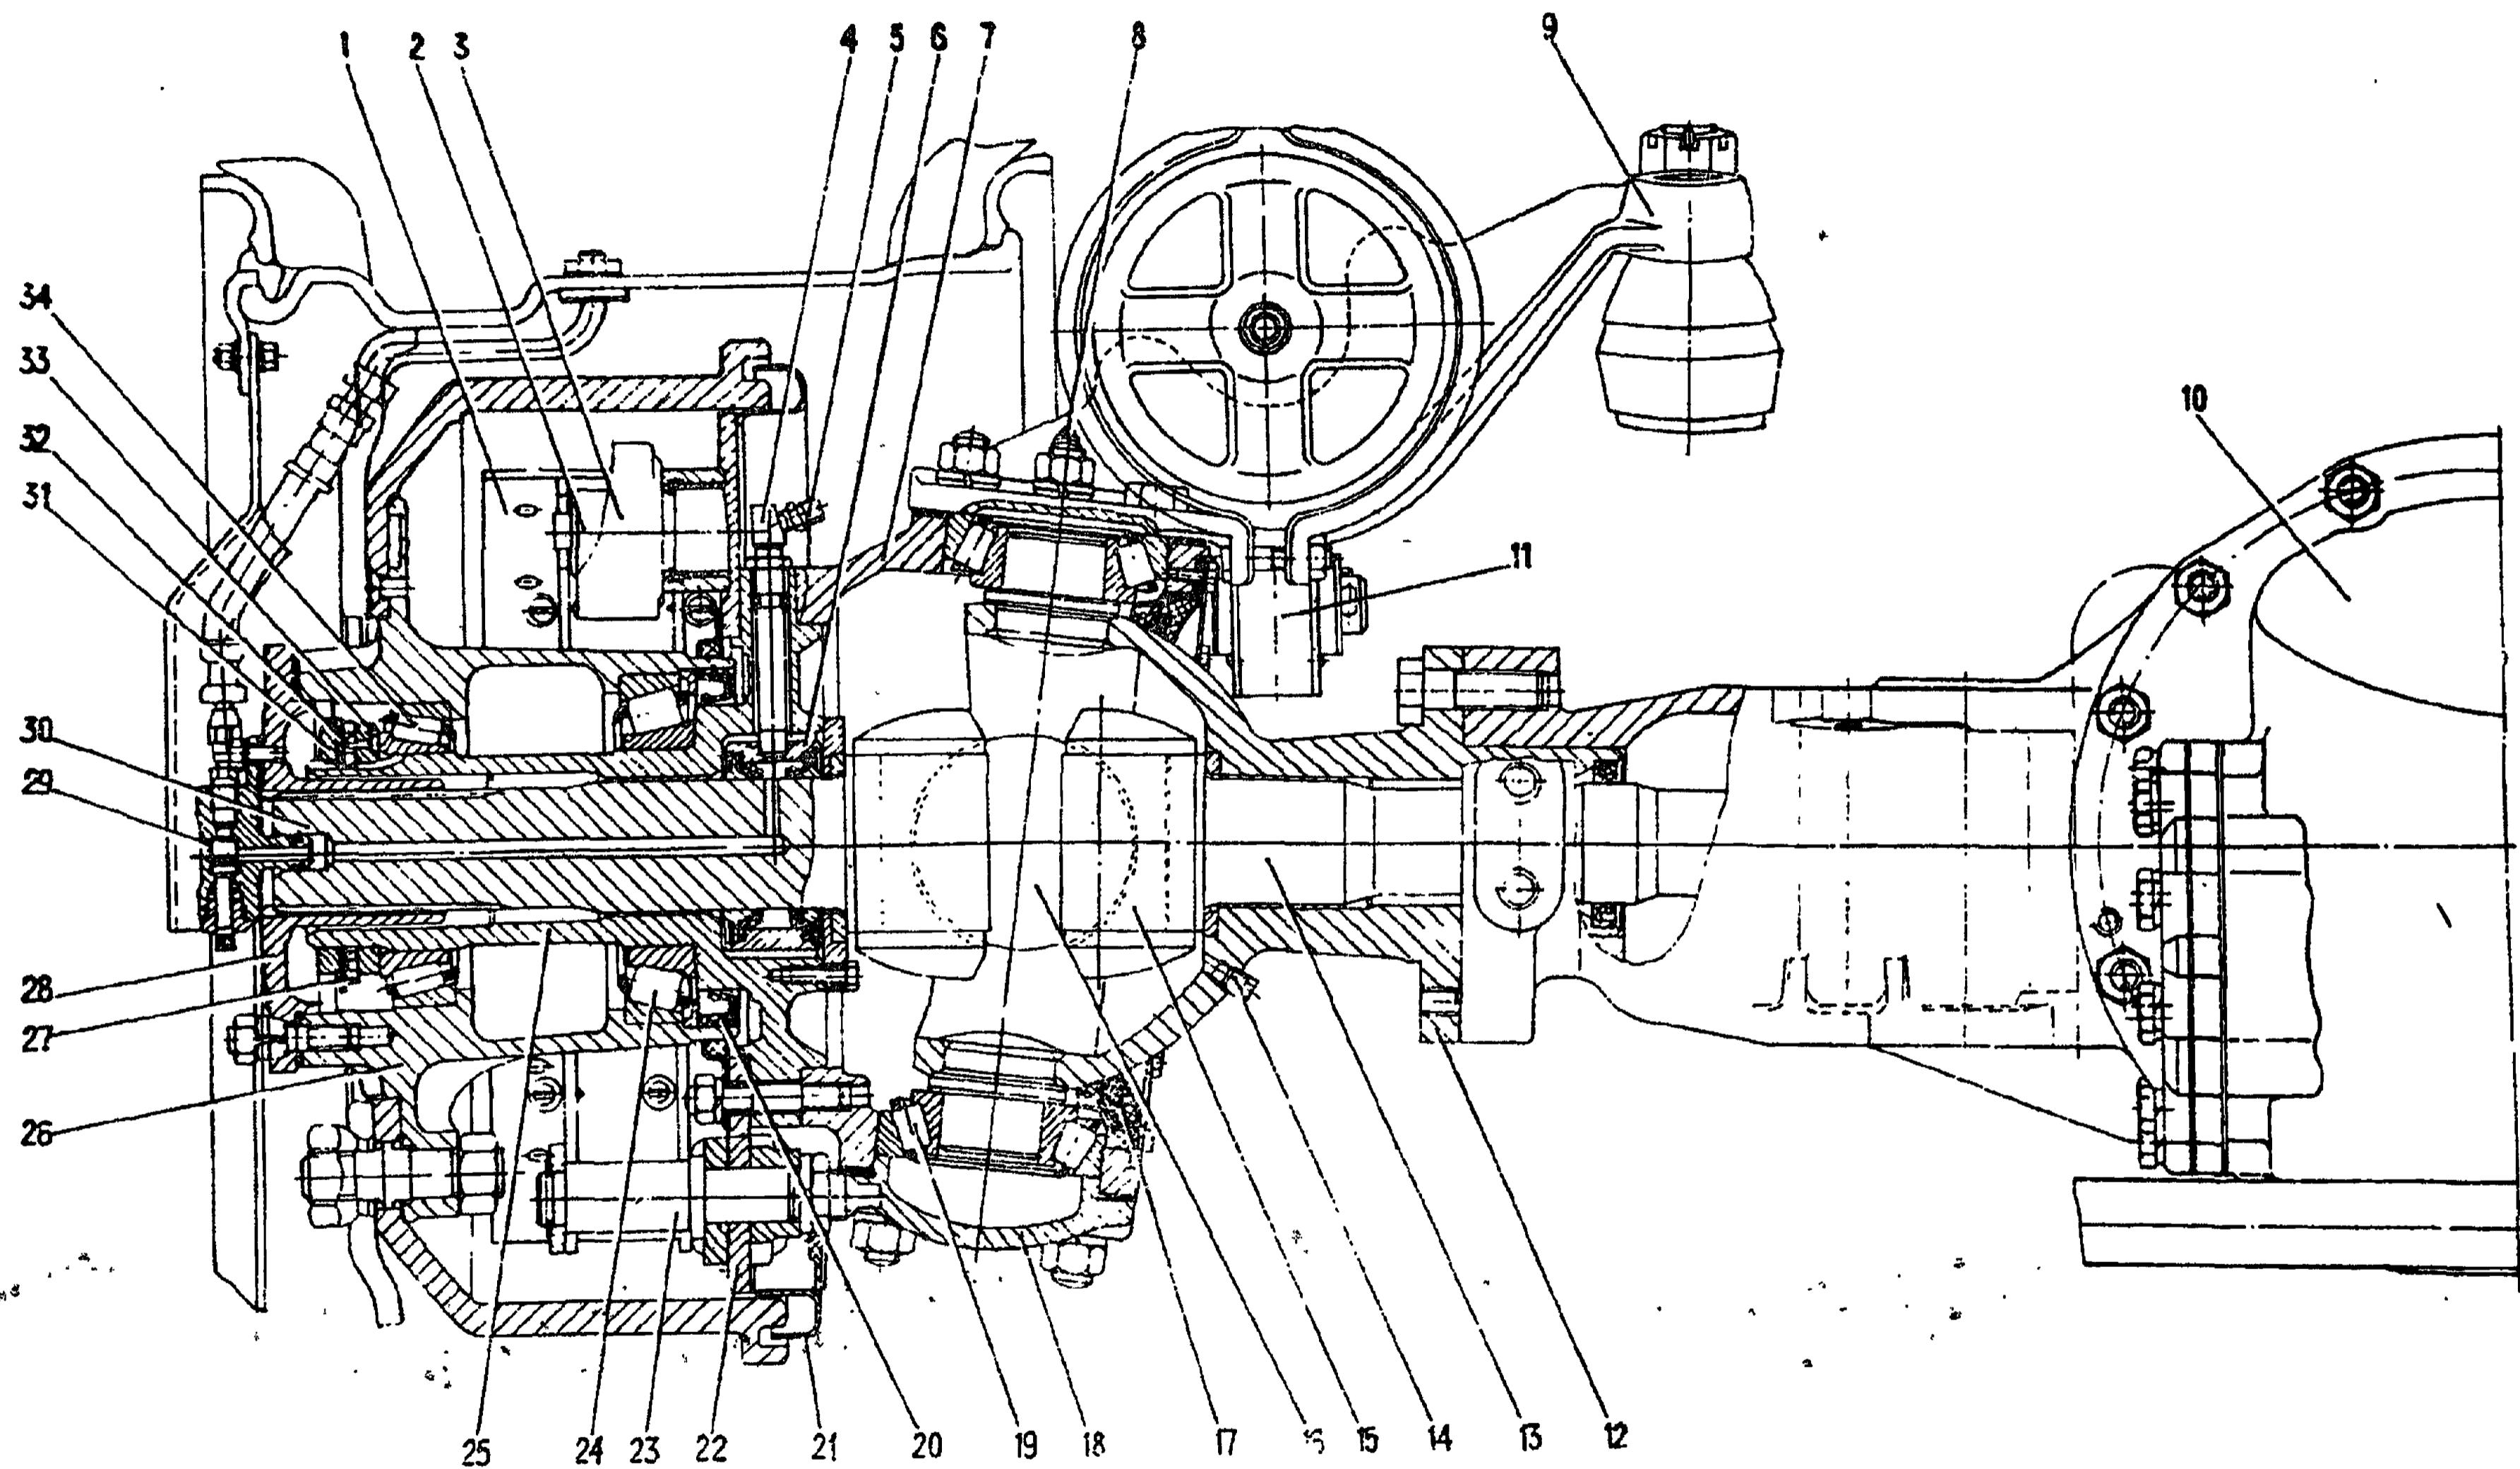

Рис. 49. Мост передний:
5. Выньте из цапфы наружный кулак 30 (см. рис. 49) с вкладышем	—
11. Отверните гайки шпилек крепления рычага 9 (рис. 49) поворотного кулака (верхней накладки правого поворотного кулака). Снимите пружинные шайбы, разжимные втулки, рычаг 9 (верхнюю накладку), регулировочные прокладки, наружное кольцо роликоподшипника 19	Сменная головка 24 мм и вороток, отвертка, молоток
2. Отверните гайки, снимите защитный кожух и кран 29 (см. рис. 49) запора воздуха	Ключ 10 мм, накидные ключи 13, 19 мм, торцовый квадратный ключ 5,5 мм
9. Съемником (рис. 50) снимите с цапфы ступицы 26 (см. рис. 49) с тормозным барабаном, подшипниками 24, 34 и манжетой 20 в сборе. Эту операцию должны выполнять два человека	Сальник
4. Отверните гайки (выверните болты) крепления цапфы 25 (см. рис. 49) и суппорта 22 к корпусу 7 поворотного кулака [фланцу картера промежуточного (заднего) моста]	Накидной ключ 19 мм, сменная головка 19 мм, вороток
2. Закройте кран 29 (см. рис. 49) запора воздуха	Торцовый ключ квадратный 5,5 мм